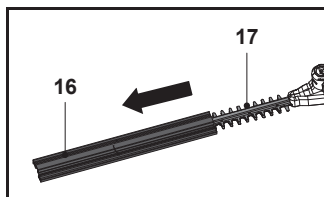

Fig. 3
1. Scoate protecția lamei (16) de pe lama foarfecii pentru gard viu (17) înainte de utilizare (fig. 3).
2. Păstrează în siguranță protecția lamei (16).